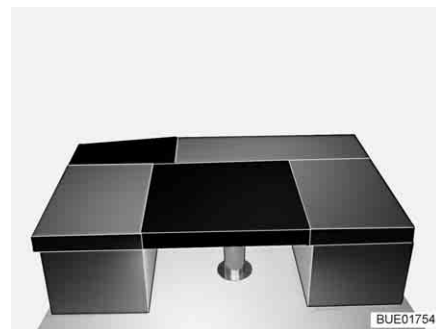

Bild 131 Nach dem Umbau
- Das rechteckige Zusatzpolster auf den Tisch legen (vor die Sitzpolster der Sitzbänke, siehe Bild 131).